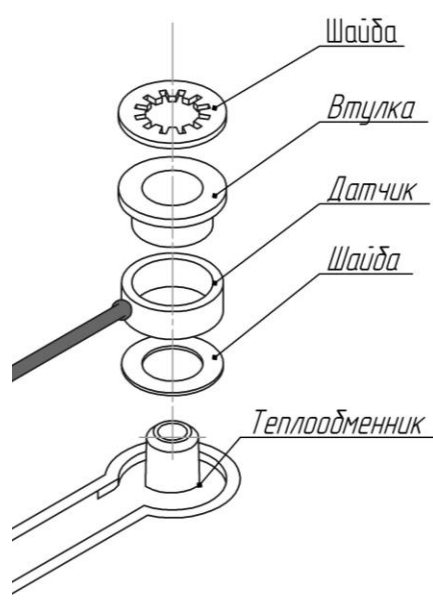

Рис.7 – Датчик перегрева (термопара)
- отсоединить контакты проводов индикатора пламени от разъема блока управления (рис.7а);
В случае неустранения неисправности ИП проверьте полярность его подключения (провод с черной меткой соединен с контактом разъема БУ, помеченным черной точкой, рис. 7б). Возможно, была допущена ошибка при установке меток на проводах ИП. Для проверки правильности установки метки на проводе проверьте контакты магнитом. Контакт провода с черной меткой магнитится.
Рис.7а – Подключение (в блоке управления)